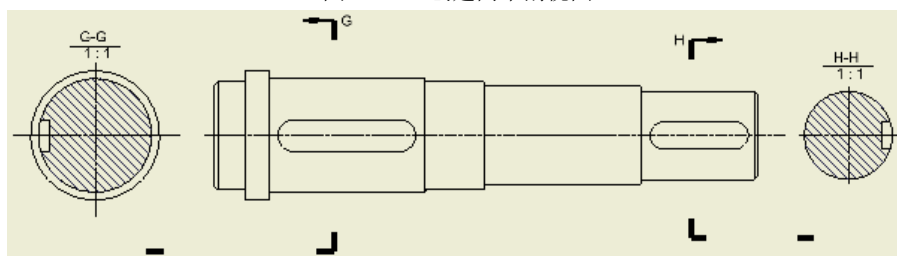

图 12-17 创建中心标记
① 为主视图和两个剖视图创建中心标记，如图12-17所示。然后为主视图标注长度方向的